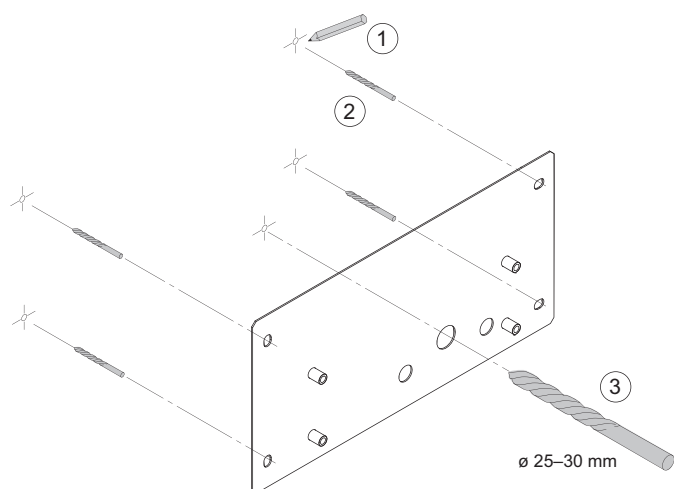

Fig. 16 Marquer et percer des trous sur le côté du silo
1. Marquer 5 trous de perçage sur le côté du silo – fig. 16.